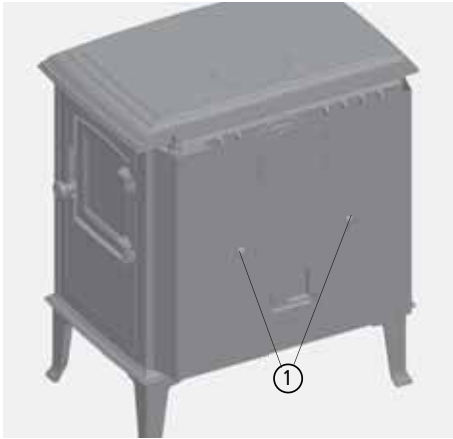

Abb. 3.1 Rückwand-Strahlungsblech
- ① Rückwand-Strahlungsblech demontieren - 2 Kreuzschlitzschrauben M6 x 8 mm, (siehe Abb. 3.1 auf Seite 19)